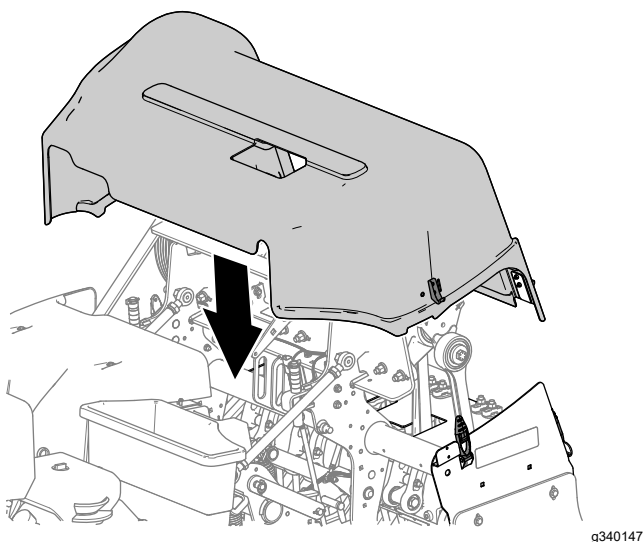

Figura 141
1. Alinhe a cobertura da cabeça de perfuração na máquina, conforme mostrado na Figura 141.